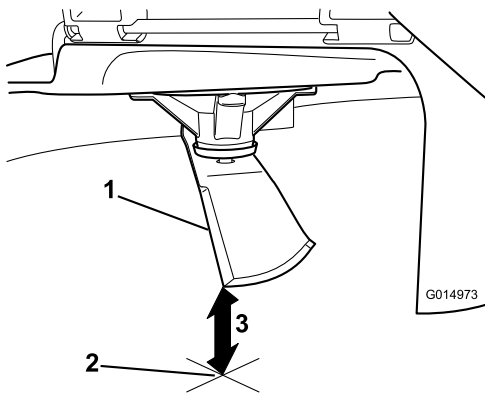

Figura 104
3. Mida desde la punta de la cuchilla hasta la superficie plana (Figura 104).